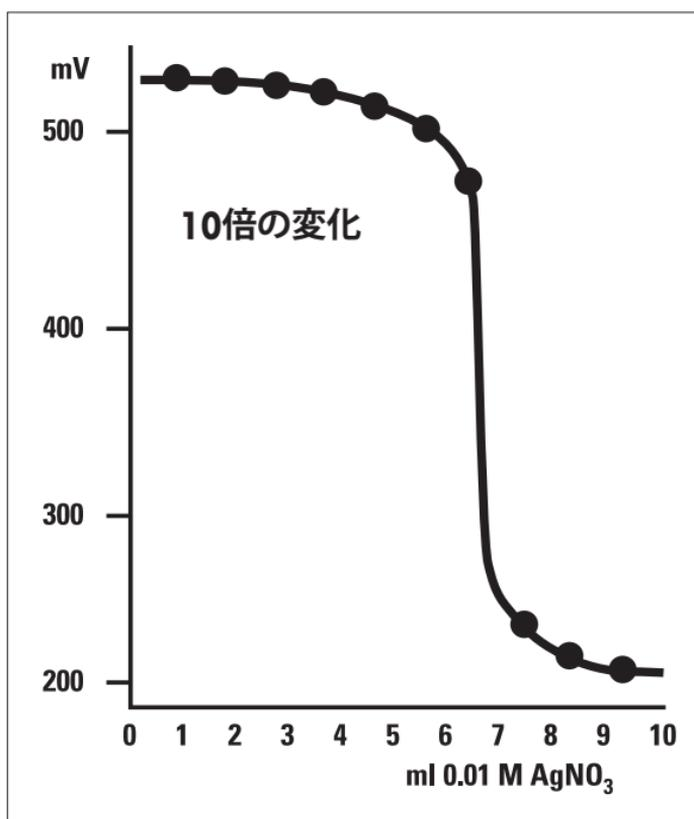

図 3 - 25 mL (希釈前) の 0.001 mol/L 塩化物イオンサンプルを 0.01 mol/L AgNO₃ で滴定したときの典型的な曲線
2. Tx Excellence および G20 Compact 滴定装置に設定されている標準 EQP (当量点) テンプレートを使用して、当量点滴定を行います。滴定の EQP とは、滴定曲線のスロープが最大になる点 (変曲点) です。図 3 を参照してください。